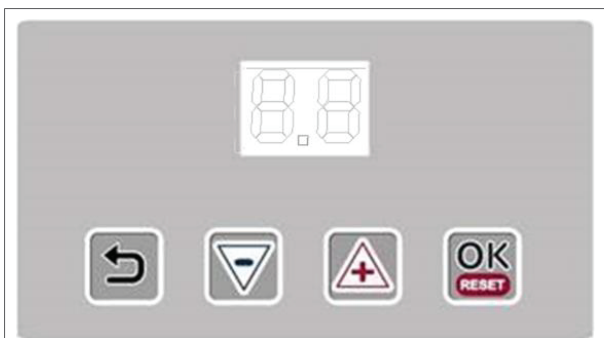

Figure 23 - Utilisation de l'écran tactile
1. Appuyer simultanément sur les touches (+) et (-) (figure 23). Un 0 va clignoter à l'écran.
1. Appuyer simultanément sur les touches (+) et (-) (figure 23).